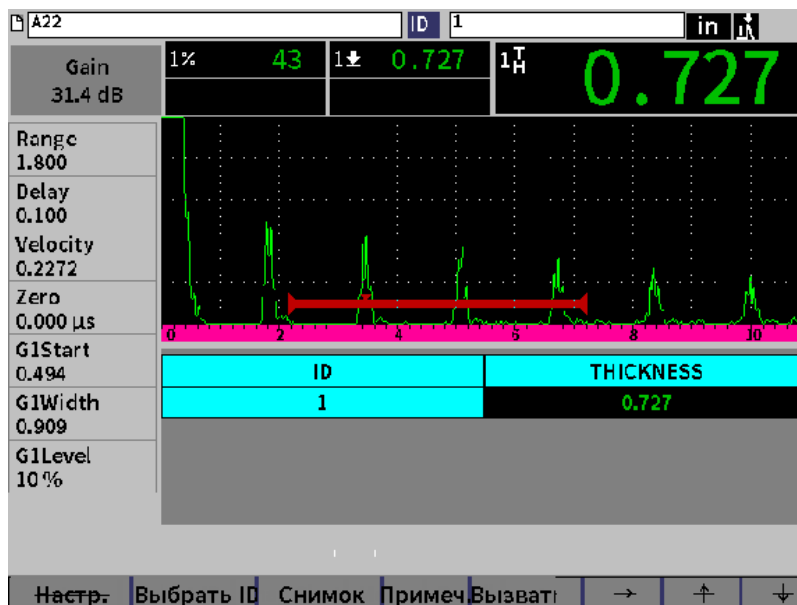

Рис. 9-27 Элементы управления сетки в сохраненном файле
5. Нажмите клавишу Tab для перемещения к кнопке **Выбрать ID**, чтобы выбрать конкретный ID для просмотра (см. Рис. 9-27 на стр 141).